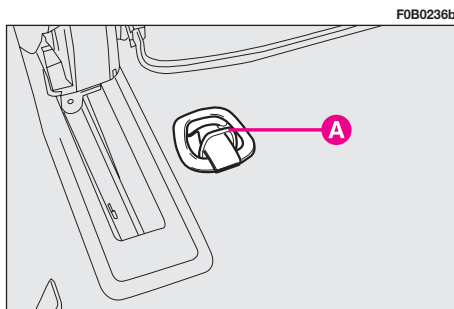

fig. 72
– per i seggiolini in posizione fronte marcia, agganciare la cinghia superiore (disponibile nella tasca superiore del seggiolino) all'anello **A**-fig. 72 reperibile sul pavimento immediatamente dietro al sedile: